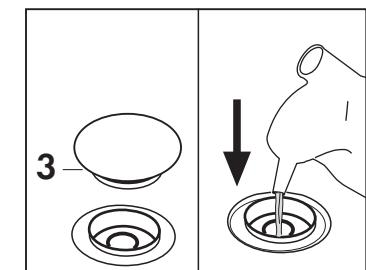

Fig. 2
- togliere il tappo serbatoio acqua (3); Fig. 2